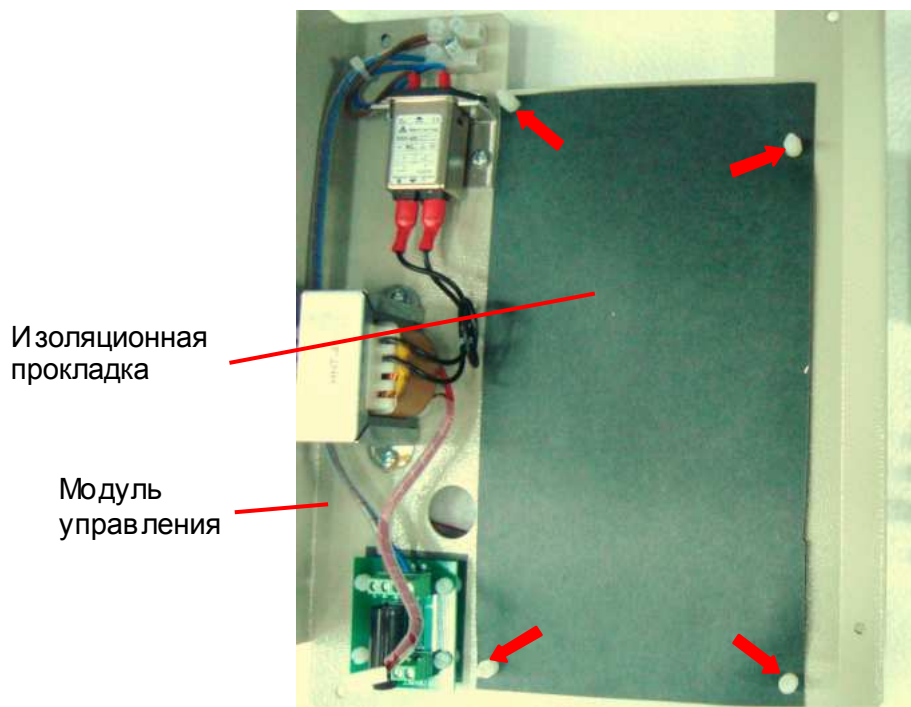

Рис. 7.24
7.10.1. Установить изоляционную прокладку на пластмассовые винты, закрепленные в модуле управления (рис. 7.24).
7.10.2. Надеть на винты пластмассовые втулки (рис. 7.24, красные стрелки).